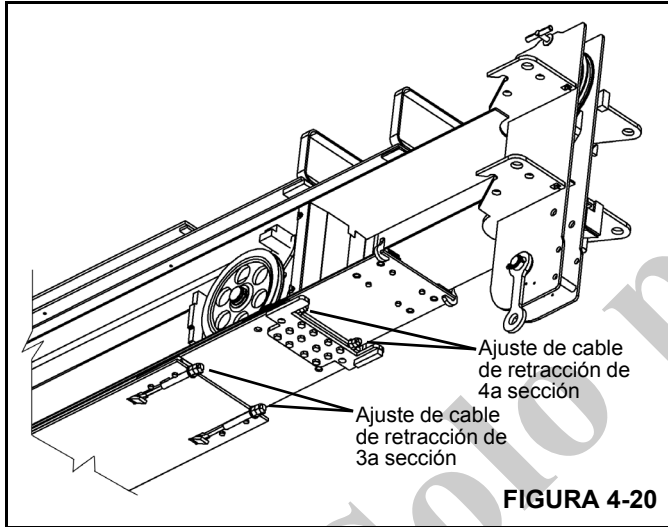

FIGURA 4-20
3. Apriete los cables de retracción de la 4ª sección a 7 lb-pie (9.5 N·m). El punto de ajuste del cable se encuentra en el extremo delantero de la pluma, en la parte inferior de la 2ª sección. Utilice las partes planas de la parte delantera de los extremos de los cables para evitar que éstos giren al apretar las tuercas retenedoras (Figura 4-20).
4. Apriete los cables de extensión largos a 22 lb-pie (29.8 N·m). El punto de ajuste del cable se encuentra en el anclaje del cable, en la parte trasera de la 2ª sección (Figura 4-20).
5. Apriete los cables de retracción de la 3ª sección a 9 lb-pie (12.2 N·m). El punto de ajuste del cable se encuentra en el extremo delantero de la pluma, en la parte inferior de la 1ª sección. Utilice las partes planas de la parte delantera de los extremos de los cables para evitar que éstos giren al apretar las tuercas retenedoras (Figura 4-20).